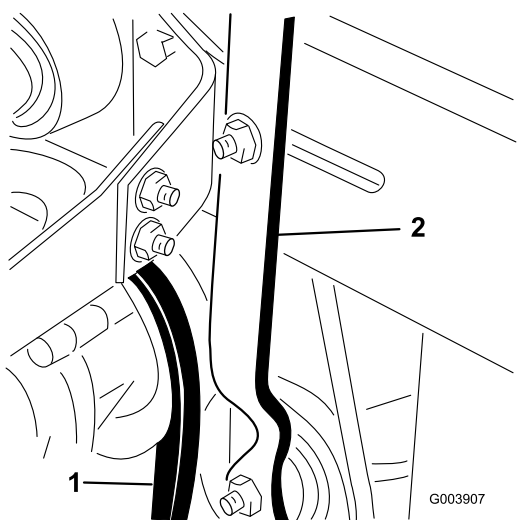

Figura 70
1. Afloje la contratuerca de la palanca de ajuste de la tensión de la correa (Figura 70).